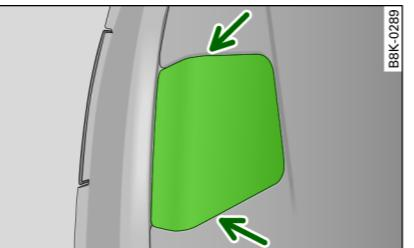

图 295 行李箱盖：打开行李箱盖中的盖子。
- 使用扁平的换插式螺丝刀，小心地松开相应的盖板 ⇒ 图 295 -箭头-。